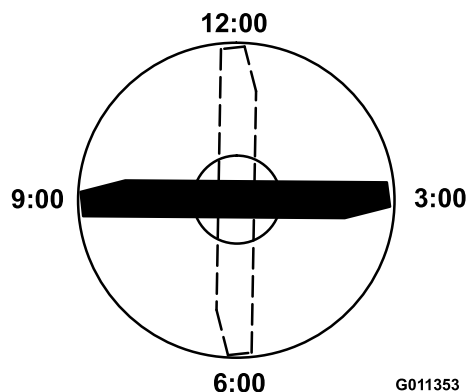

Figura 88
4. Umístěte ostří označeného konce žacího nože do polohy 12 hodin (přímo dopředu ve směru sekání) (Figura 88) a změřte výšku od stolu k ostří žacího nože.
5. Otočte označený konec žacího nože do polohy 3 hodiny a 9 hodin (Figura 88) a změřte výšku.